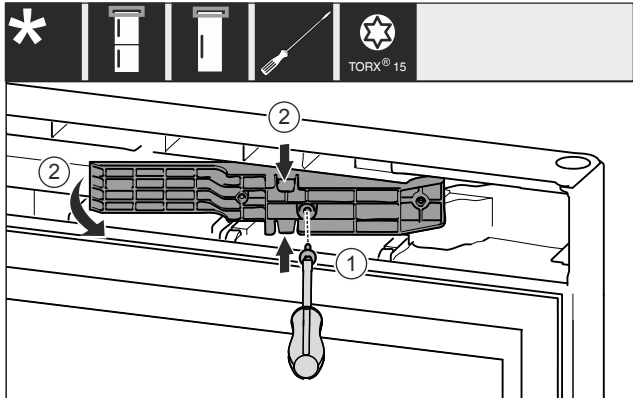

Fig. 12 *
- ▶ Ruuvaa ruuvit auki T15-ruuvimeisselillä. Fig. 12 (1)*
- ▶ Vedä sovitinkappale ulos. Fig. 12 (2)*